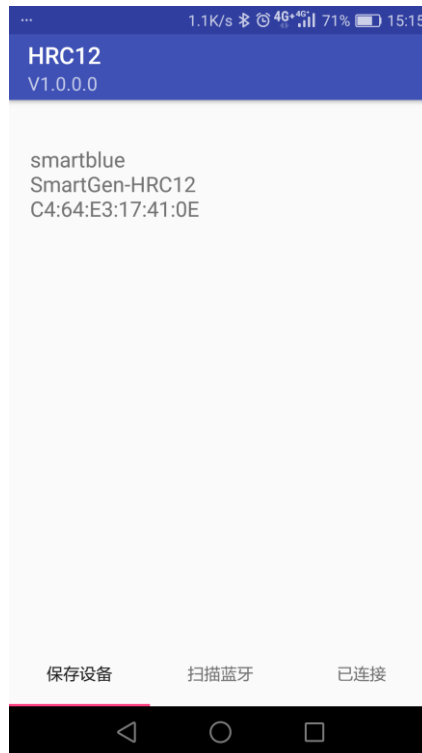

图5 保存设备界面示意图
(1)HRC12 蓝牙通信模块 APP 从本公司网站下载并安装到手机中，打开手机 APP 界面如图 5 保存设备界面示意图，列表显示的保存的设备。点击条目连接设备（连接成功会自动跳转到已连接页面。超时或者设备不在附近等连接不上时，会在当前页面提示）。长摁删除（出现删除对话框）